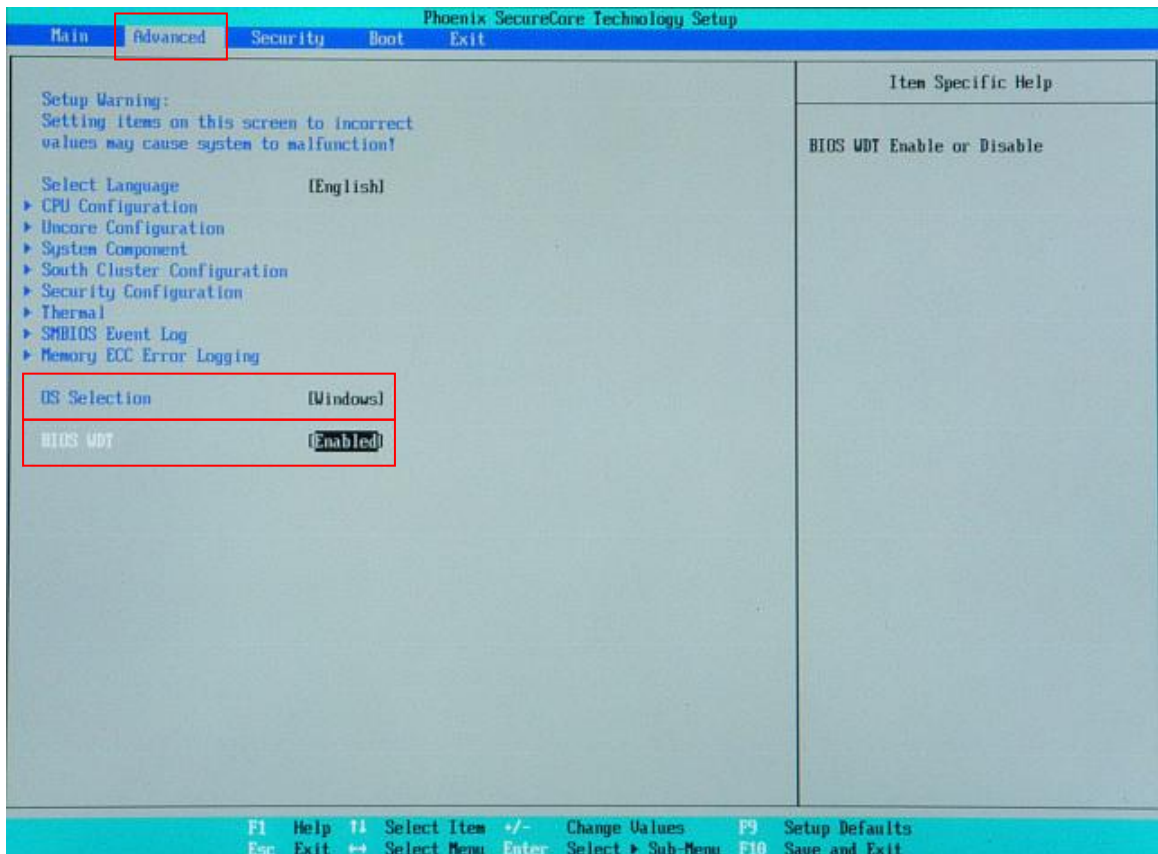

図 6-1-3-1. BIOS 設定 通常使用設定
- ① 電源を入れ、BIOS 起動画面が表示されたところで [F2] キーを押し、BIOS 設定画面を表示させます。
- ② BIOS 設定画面が表示されたら、[Advanced] メニューを選択します。(図 6-1-3-1)
- ③ [OS Selection] を [Windows]、[BIOS WDT] を [Enabled] に設定します。